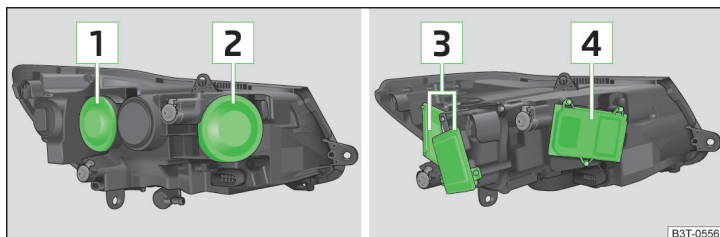

Fig. 199 Dispunerea becurilor: Faruri cu halogen / cu xenon
- > Detașați capacul din cauciuc **1** » fig. 199 la pagina 225.
- > Detașați capacul din cauciuc **2** » fig. 199 la pagina 225.